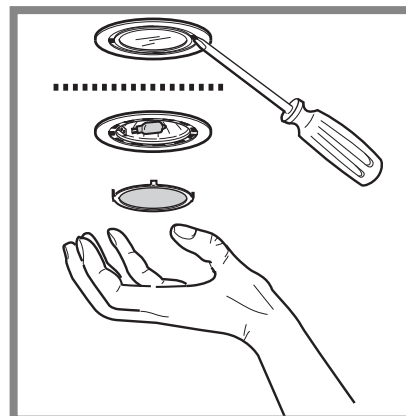

Fig. 5
- a. Togliere la plafoniera facendo leva con un piccolo cacciavite a taglio (Fig. 5).